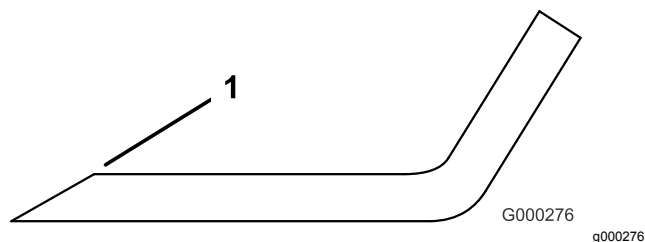

Figura 31
- Inspecione as extremidades de corte de todas as lâminas e afie-as se apresentarem sinais de desgaste ou ranhuras (Figura 31).
Nota: Afie apenas a zona superior da parte cortante e mantenha o ângulo de corte original para garantir um desempenho eficaz da lâmina (Figura 31). A lâmina manterá o equilíbrio se for retirada a mesma quantidade de metal de ambas as extremidades de corte.